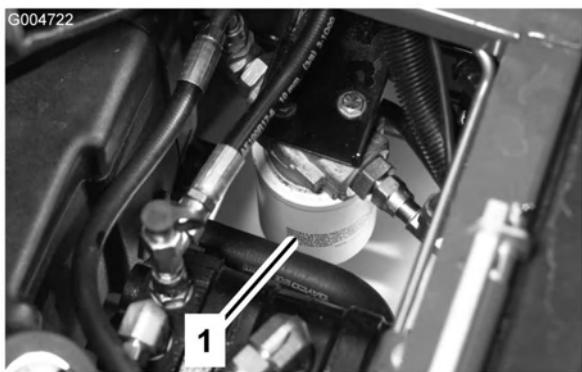

Bild 70
- Reinigen Sie den Anbaubereich des Filters. Stellen Sie eine Auffangwanne unter den Filter und entfernen den Filter (Bild 70).